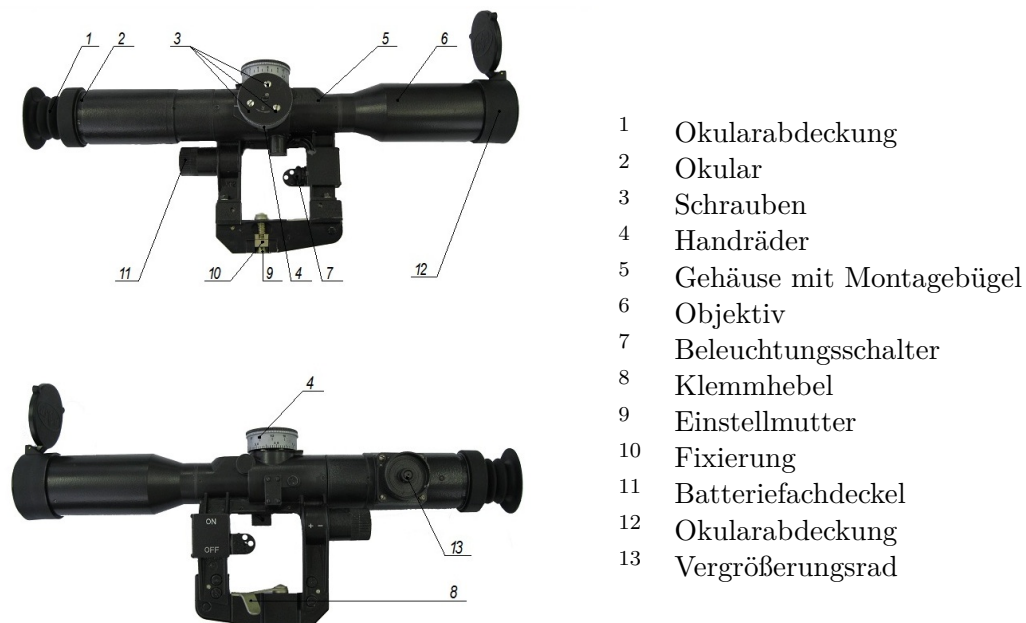
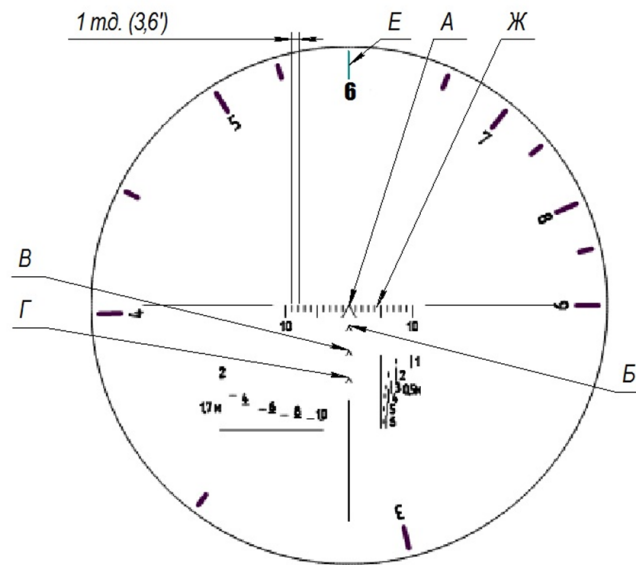

Abbildung 1: Aufbau des POSP 4-12x42S
Abbildung 5: Schematische Darstellung des Absehens
Die Augenmuschel (1) (Abb. 1) dient dazu, das Eindringen von Streulicht aus fremden Quellen in das Auge des Schützen zu verhindern und das Auge während des Schusses in einem sicheren und bequemen Abstand relativ zum Okular zu positionieren.
- Schrauben Sie den Deckel des Batteriefachs (11) ab (Abbildung 1).
- Schrauben Sie den Deckel des Batteriefachs (11) fest zu.
Öffnen Sie den Klemmhebel (8), um das optische Visier auf der Führungsschiene von der Seite des Waffenschaftes her schiebend auf Anschlag zu bringen. Anschließend den Klemmhebel (8) (Abb. 1) zur Fixierung des Visiers wieder umlegen.
Die Konstruktion des Montagebügels ermöglicht eine Vorauswahl der Spannkraft mit Hilfe der Einstellmutter (9) (Abb. 1). Zu diesem Zweck ist es notwendig, die folgenden Operationen durchzuführen:
- Drücken der Fixiervorrichtung (10) (Abb. 1) und lösen der Einstellmutter (9) (Abb. 1);
- Einstellmutter (9) (Abb. 1) drehen, um die erforderliche Spannkraft zu erreichen
- Stellschraube (10) (Abb. 1) in die Ausgangsposition zurückdrehen.
- Ausrichtung des Absehen mit Hilfe der Handräder (4) durchführen (Abb. 1);
- Schrauben (3) (Abb. 1) an den Muttern der Türme (4) (Abb. 1) mit dem Schraubenschlüssel (2) (Abb. 3) lösen;
Das Visier bietet die Möglichkeit des gezielten Schießens bei ungenügender Beleuchtung des Absehens. Die Beleuchtung des Absehens kann mit dem Beleuchtungsschalter (7) eingeschaltet werden (Abb. 1).
Die Vergrößerungsskala befindet sich in einem Sichtfeld, so dass Sie Vergrößerungsdaten empfangen können, ohne die Augen von einem Okular nehmen zu müssen. Die Vergrößerung wird mit dem Knopf (13) (Abb. 1), der sich auf der linken Seite des Gehäuses befindet, verändert.
Das Visier hat das in Abb. 5 gezeigte Fadenkreuz. Um auf das Ziel zu zielen, ist es notwendig, die Spitze der oberen Zielmarke am Zielbild auszurichten.
Wenn die Länge (Höhe) des Objekts bekannt ist und seine Konturen deutlich sichtbar sind, kann die Entfernung zu einem Objekt mit Hilfe eines Entfernungsmesserabsehens bestimmt werden (Abb. 5).
Mit dem Einstellrad (13) (Abb. 1) wird die Vergrößerung auf der E-Skala (Abb. 5) eingestellt, während die Zahl, die sich oben auf der vertikalen Achse des Sichtfeldes befindet, dem tatsächlichen Vergrößerungswert entspricht. Zum Beispiel: Abb. 5 zeigt die Position der E-Skala, die einer 6-fachen Vergrößerung entspricht.